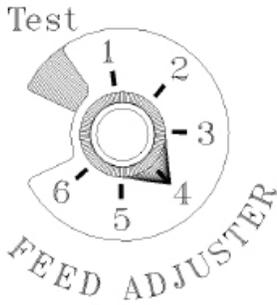

Fig. 3
4. Réglez le débit d'alimentation. Si c'est le premier feu que vous allumez ou si vous êtes en train d'essayer plusieurs sortes de granulés, mettez le bouton de réglage de l'alimentation sur 4 (voir figure 3). Il s'agit d'une valeur sûre, que vous devrez probablement augmenter. Lorsque vous avez trouvé un réglage qui va bien, utilisez-le. N'oubliez pas que si le débit d'alimentation est trop élevé, vous risquez de gaspiller du combustible.